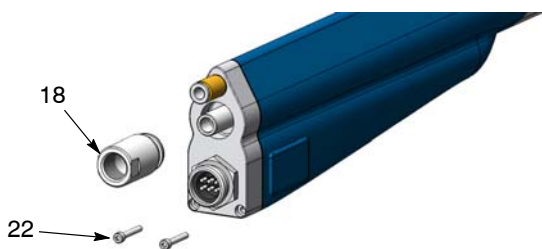
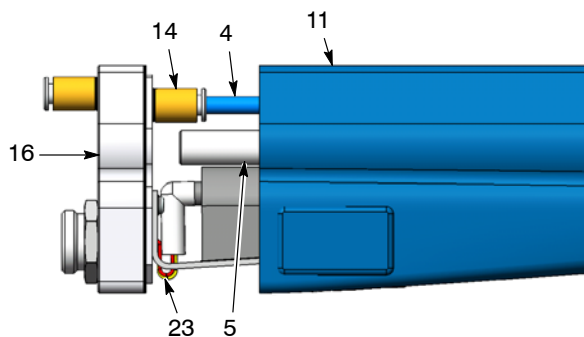

Figura 36 Demontarea șuruburilor și a piuliței de blocare ale radiatorului
Figura 37 Scoaterea radiatorului din carcasă
5. A se vedea Figura 36. Desfaceți cele două șuruburi (22) cu o cheie hexagonală de 2,5 mm, apoi deșurubați piulița de blocare (18) de pe tubul pentru pulbere.
6. A se vedea Figura 37. Trageți radiatorul (16) din carcasa (11) și deconectați tubulatura pentru aer (4) de la conectorul (14).
8. A se vedea Figura 37. Conectați tubulatură pentru aer (4) la conectorul interior (14).
9. Împingeți radiatorul (16) înapoi lângă carcasă în timp ce ghidați tubul pentru pulbere (5) prin radiator. Asigurați-vă că firele cablajului (23) nu sunt prinse între carcasă și radiator.
10. A se vedea Figura 36. Înșurubați piulița de blocare (18) pe tubul pentru pulbere și strângeți-o bine. Nu o strângeți prea mult deoarece puteți deteriora filetele din plastic ale tubului pentru pulbere.
11. Instalați două șuruburi cu cap de cheie frontală (22) în radiator și strângeți-le bine.